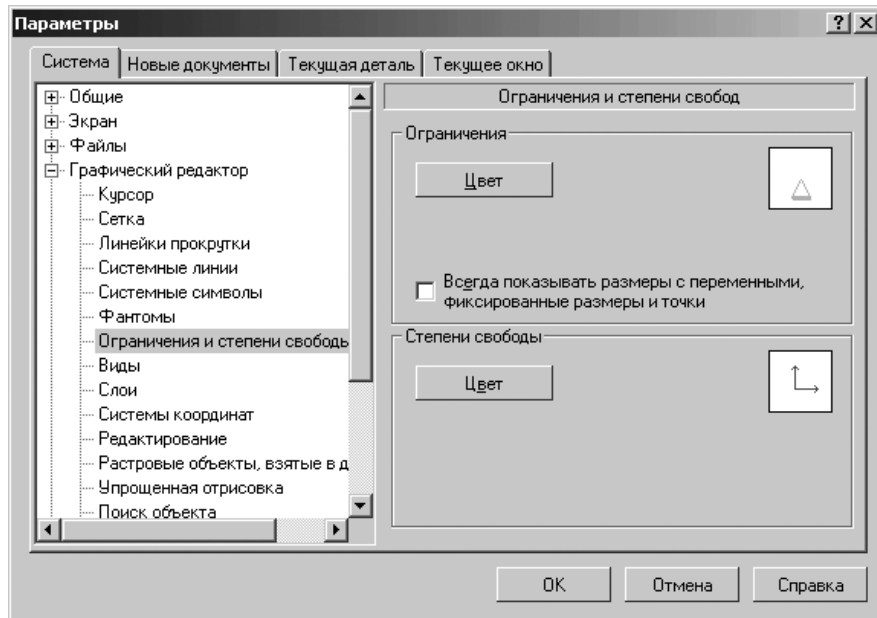

Рис. 9.25. Диалоговое окно **Параметры** с открытой вкладкой **Система** и открытой панелью **Ограничения и степени свобод**
- щелкните по пункту **Ограничения и степени свободы**. Откроется в правой части диалогового окна панель **Ограничения и степени свобод** (рис. 9.25).